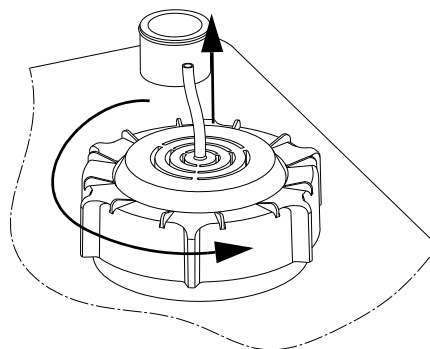

Рис. 11 Демонтаж датчика рівня
2. Ослабте затяжку накидної гайки, повернувши її проти годинникової стрілки. Див. рис. 11.